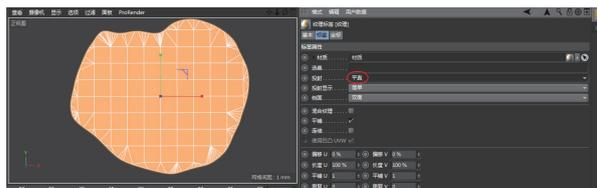

图 5-27
**08** 将新建的材质拖入可编辑对象中，并调节图像的投射方式，如图 5-27 所示。